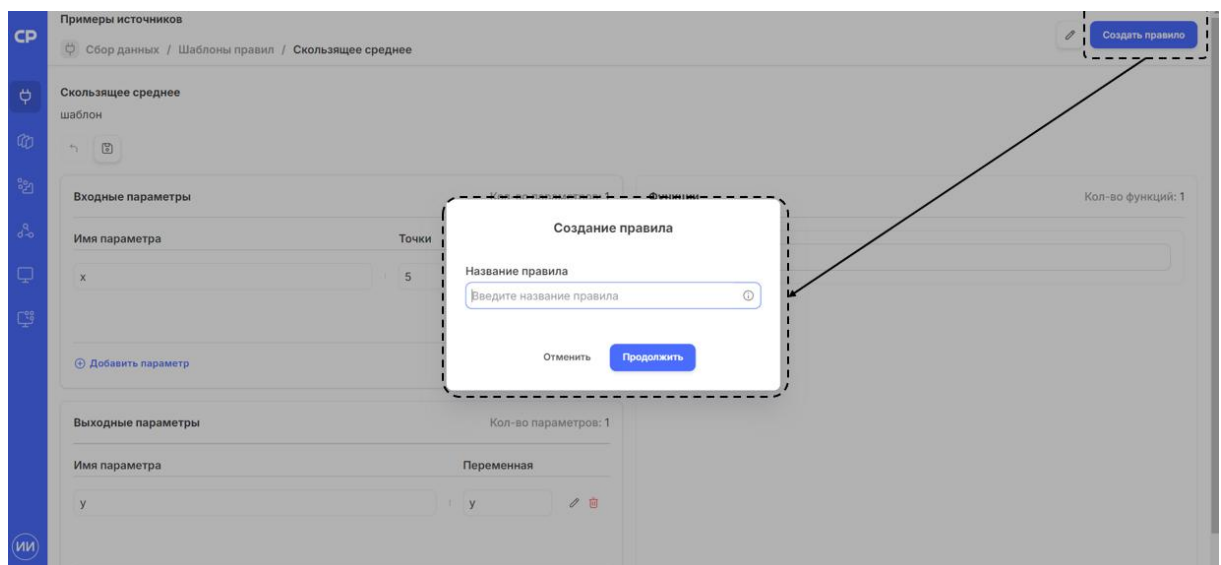

Рисунок 40. Создание правила из шаблона (способ 1)
1. Из интерфейса редактирования шаблона — нажмите кнопку «создать правило» в правой верхней части (Рисунок 40);